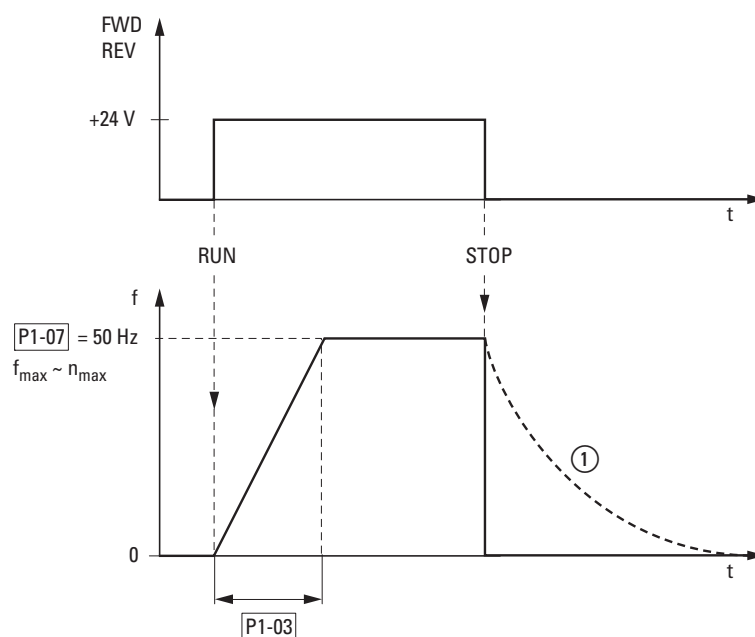

Abbildung 94: Start-Stop-Befehl bei maximaler Sollwertspannung
Abbildung 94 zeigt beispielhaft den Verlauf, wenn das Freigabesignal (FWD/REV) angeschaltet wird und die maximale Sollwertspannung (+10 V) anliegt. Der Motor folgt in seiner Drehzahl der Ausgangsfrequenz, in Abhängigkeit vom Last- und Trägheitsmoment (Schlupf), von 0 bis n_{max} .
Wird im Betrieb das Freigabesignal (FWD, REV) abgeschaltet, so wird der Wechselrichter sofort gesperrt (STOP) und die Ausgangsfrequenz auf 0 gesetzt. Der Motor läuft ungeführt aus (siehe ① in Abbildung 94). Die Beschleunigungszeit wird in Parameter P1-03 eingestellt.